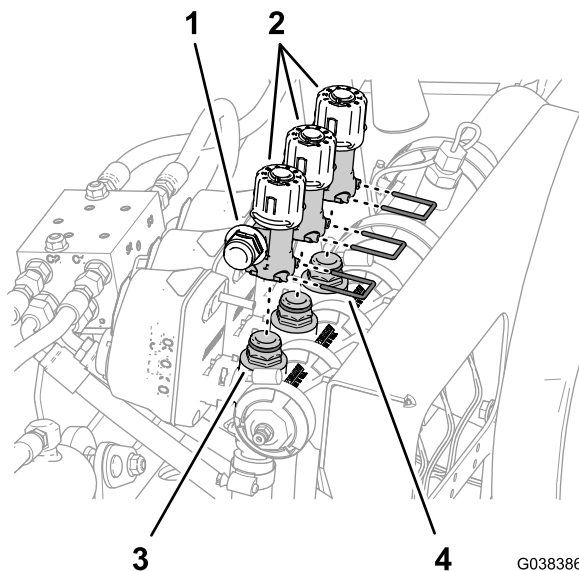

Figure 84
3. Déposez les étriers qui fixent le collecteur de dérivation au collecteur des vannes de pulvérisation (Figure 84).
4. Soulevez le collecteur de dérivation pour le détacher du collecteur des vannes de pulvérisation (Figure 84).